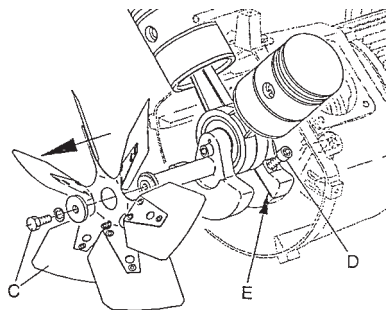

Bild 2
- Lüfterflügel ausbauen (Bild 2, Pos. C).
- Klemmschraube (Bild 2, Pos. D) lösen und Klemmnut des hinteren Ausgleichsgewicht aufspreizen.